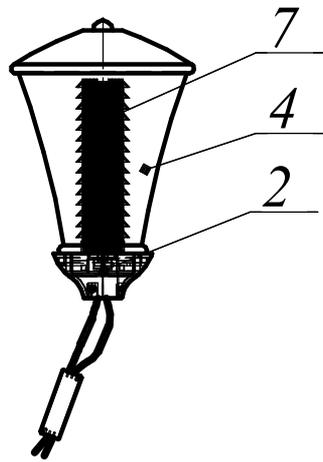

Рисунок 1
4. Рассеиватель Montreal прозрачный поз.4 см. рисунок 1.